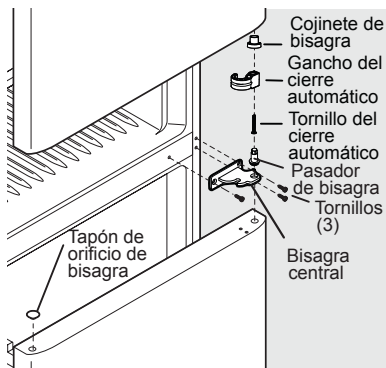

Figura 2
- Desatornille el pasador de la bisagra central con una llave inglesa y déjelo aparte (ver Figura 2).
- Quite los tres tornillos de la bisagra central con un destornillador de cabeza hexagonal T20 y deje la bisagra central a un lado (ver Figura 2).